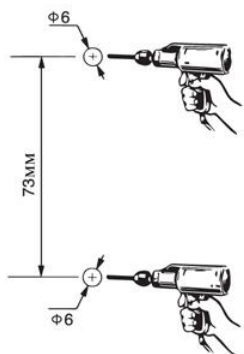

Рисунок 1
4. Просверлите два отверстия в стене диаметром 6 мм на расстоянии 73 мм друг от друга (смотрите рисунок 1 ниже).